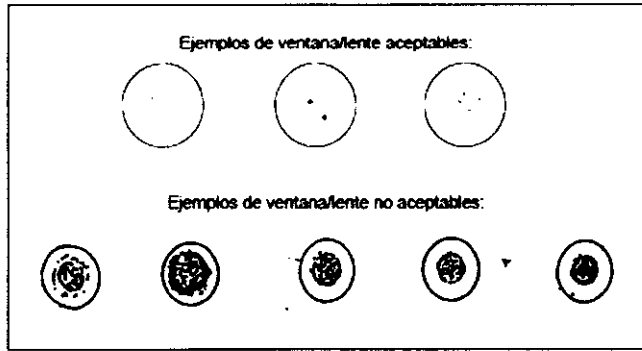

Figura 6.8: Tabla de aceptación de ventanas y lentes
- b. Vuelva a inspeccionar la ventana y compárela con la tabla de aceptación de ventanas y lentes (figura 6.8). Si no es aceptable, deséchela y sustitúyala por una nueva.
- b. Vuelva a inspeccionar la lente y compárela con la tabla de aceptación de ventanas y lentes (figura 6.8). Si no es aceptable, deseche la lente y reemplácela por una nueva.